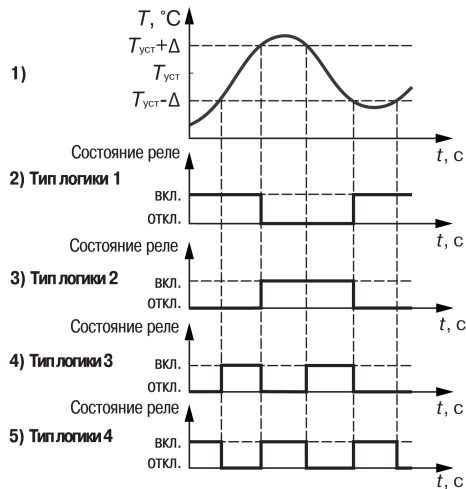

Рисунок 7.3 – Типы логики
- **Тип логики 1 «Прямой гистерезис»** (рисунок 7.3, график 2) используется для сигнализации о достижении контролируемым параметром значения ниже заданной границы. Выходное реле «Авария объекта» включается при температурах $T < T_{\text{уст}} - \Delta$, а выключается при